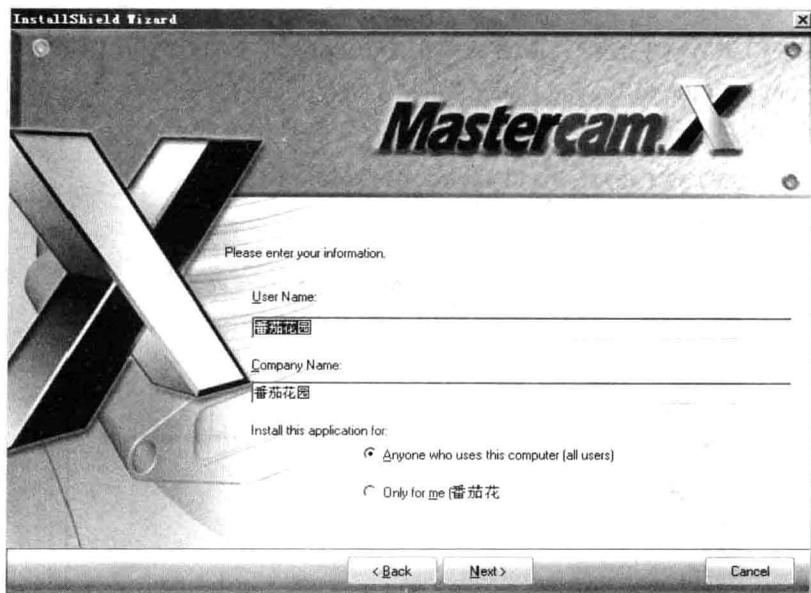
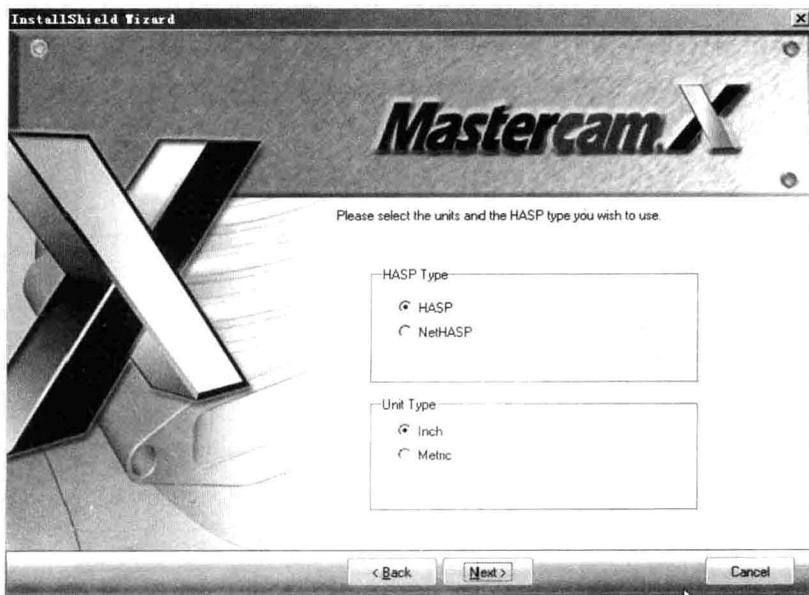
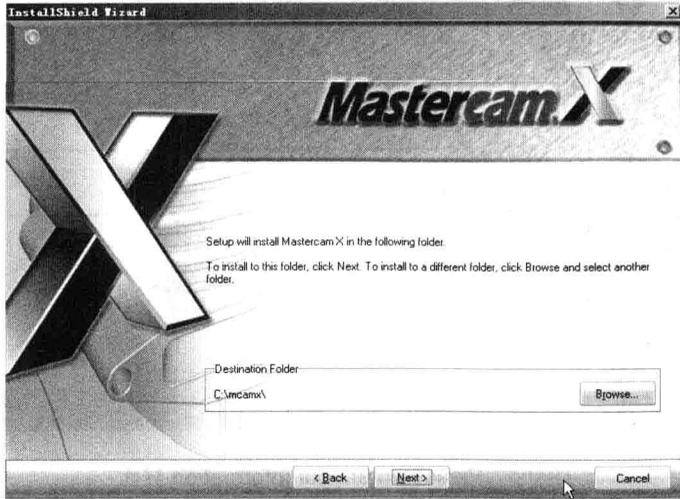

图 0.8 Please enter your information 界面
图 0.9 Please select the units and the HASP type you wish to use 界面
图 0.10 Setup will install Mastercam X in the following folder 界面
单选按钮，单击 Next 按钮，打开如图 0.8 所示的 Please enter your information 界面(填写个人信息栏)。
(9) 在如图 0.8 所示的 Please enter your information 界面中单击 Next 按钮，打开如图 0.9 所示的 Please select the units and the HASP type you wish to use 界面(设置系统的 HASP 和单位)。
(10) 当如图 0.9 所示的设置完成后，单击 Next 按钮，打开如图 0.10 所示的 Setup will install Mastercam X in the following folder 界面(文件安装目录的安装界面)，可以采用系统给出的默认目录，也可以通过单击 Browse 按钮设置安装目录。